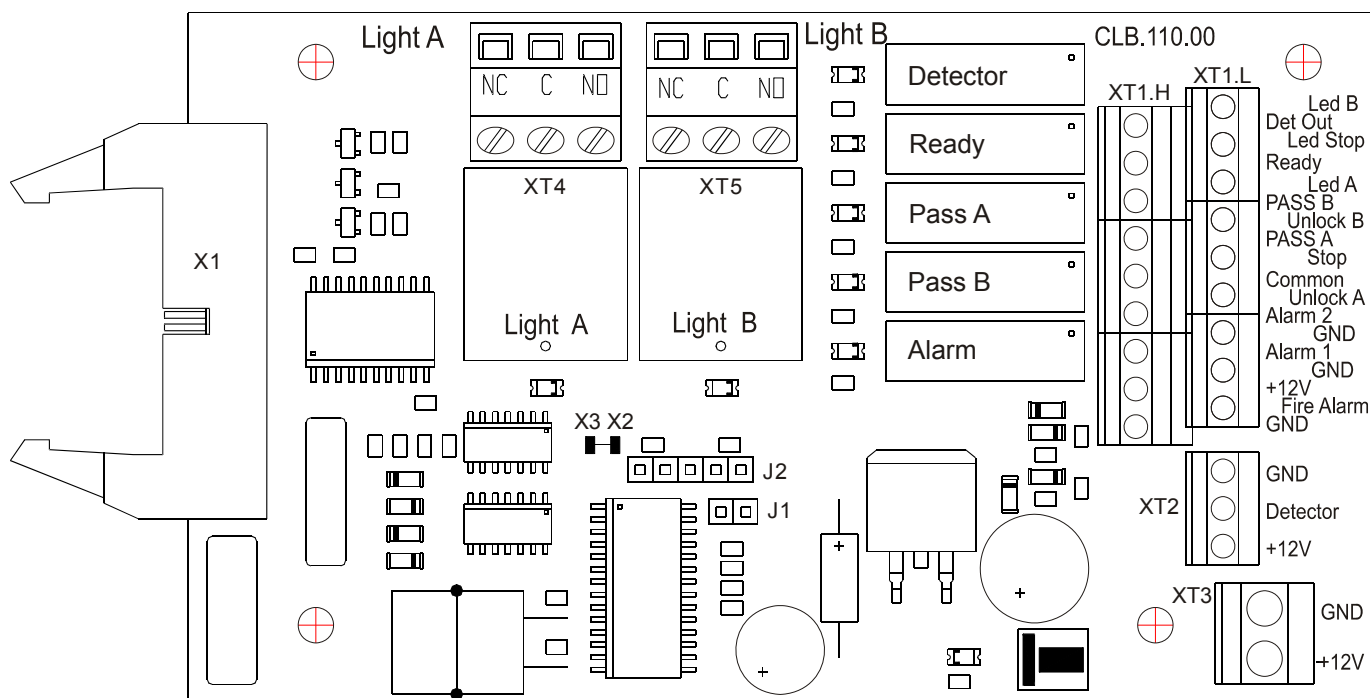
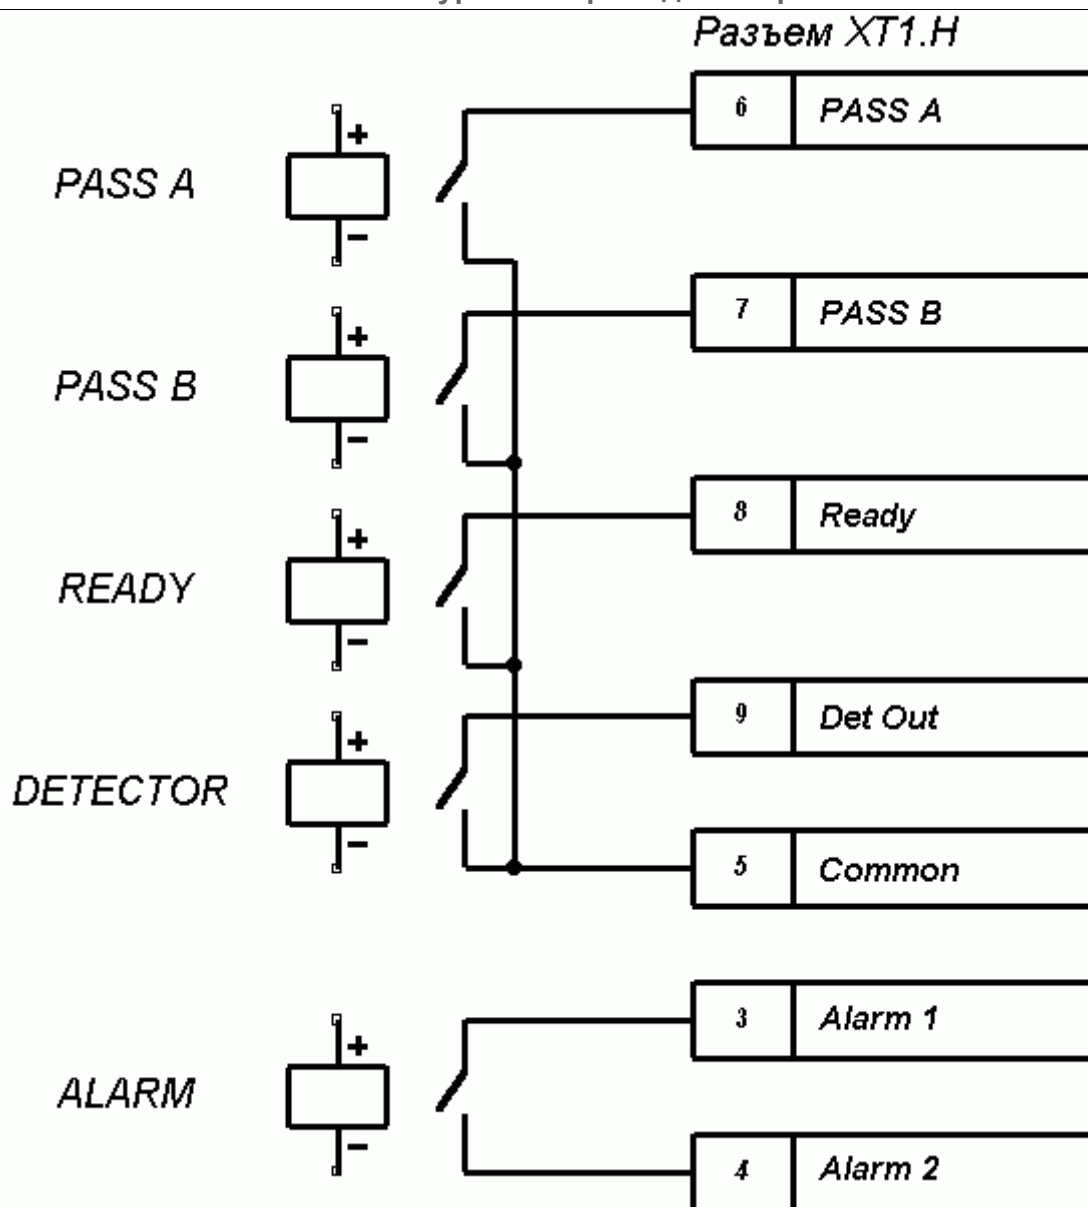

Рисунок 2 – Внешний вид платы CLB
Рисунок 6 – Выходные каскады для PASS A, PASS B, Ready, Det Out и Alarm
Изменить ориентацию пульта управления относительно установки турникета (если по месту установки турникет обращен к оператору не лицевой, а тыльной стороной) можно, поменяв местами провода от пульта управления, подключаемые на контакты Unlock A и Unlock B, а так же Led A и Led B соответственно (см. рис. 2 и 3).
5.2.5 На плате CLB (см. рисунок 2) расположены:
5.4.3 Реле PASS A (контакты PASS A и Common), PASS B (контакты PASS B и Common), Ready (контакты Ready и Common), Detector (контакты Det Out и Common) и Alarm (контакты Alarm 1 и Alarm 2) имеют нормально-разомкнутые контакты. При этом общий для этих реле контакт Common не соединён с минусом источника питания турникета. В исходном (неактивном) состоянии при включенном питании контакты реле PASS A, PASS B, Ready и Detector замкнуты (на обмотку реле подано напряжение), а контакты реле Alarm разомкнуты (напряжение на обмотку реле не подано). Факт срабатывания/отпускания реле PASS A, PASS B, Ready, Detector и Alarm можно определить по загоранию/гашению красных индикаторов, которые установлены вблизи указанных реле (см. рисунок 2). Выходные каскады для PASS A, PASS B, Ready, Det Out и Alarm – контакты реле (см. рисунок 6)